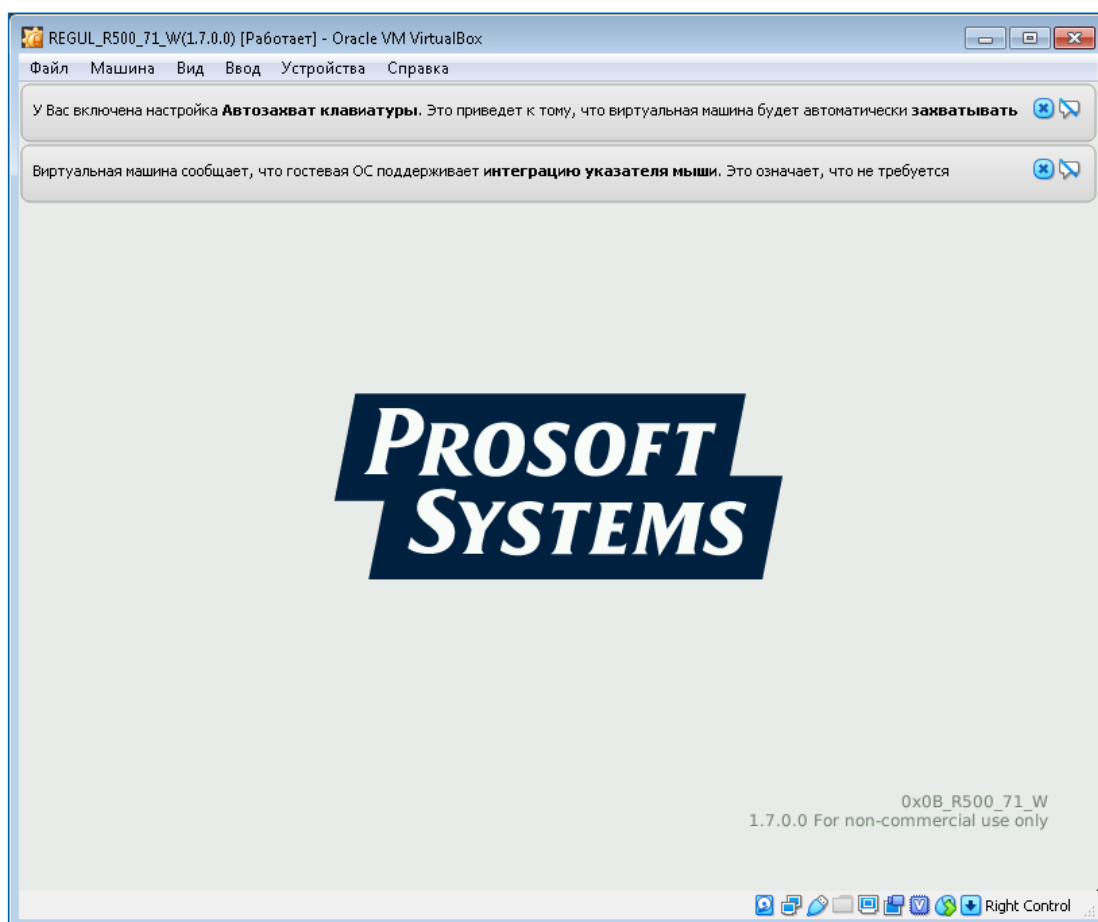

Рисунок 1 – Процесс загрузки завершен и виртуальный ПЛК запущен
- запустите виртуальный ПЛК (Рисунок 1) и дождитесь полной загрузки (для запуска виртуального ПЛК можно воспользоваться бесплатным программным продуктом VirtualBox).